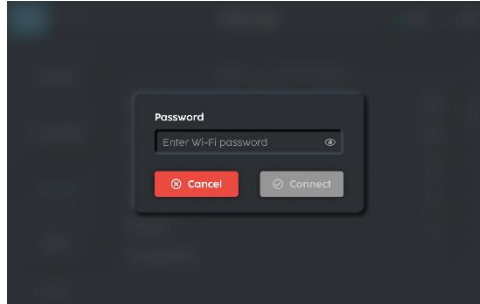

Fig. 5
1. Saisissez le mot de passe du réseau (Fig 5).